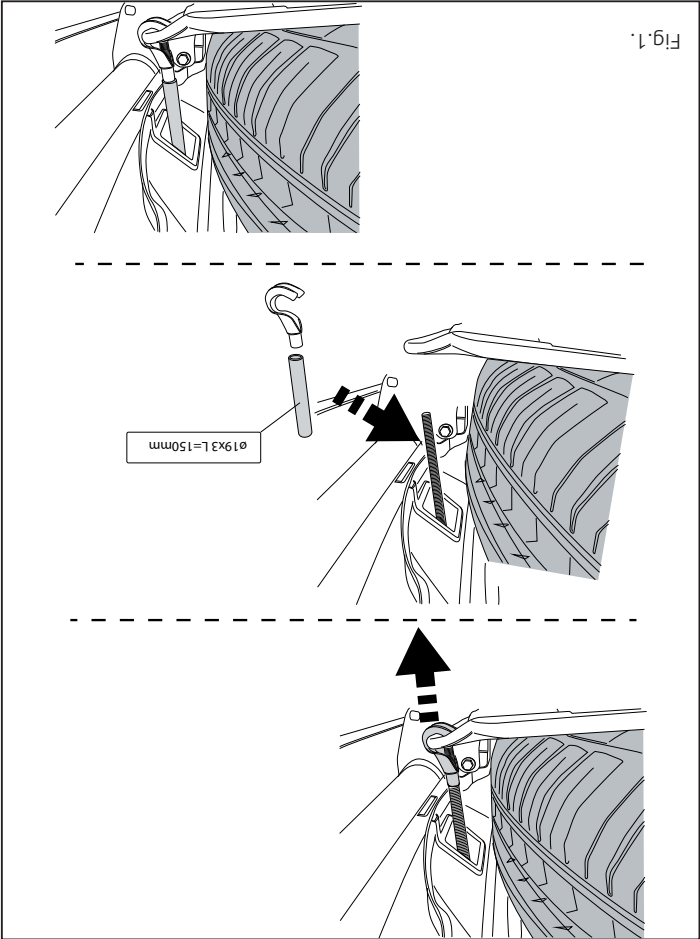

Fig.1.
11. **Let op, indien aanwezig:** Monteer het aangegeven deel. Herplaats het reserve wiel. Zie fig. 1
11. **Please note: if present:** Fit the part indicated. Return the spare wheel to its original position. See fig 1.
11. **Внимание, если имеются:** Установить указанные детали. Поставить запасное колесо на место. См. рисунок 1.